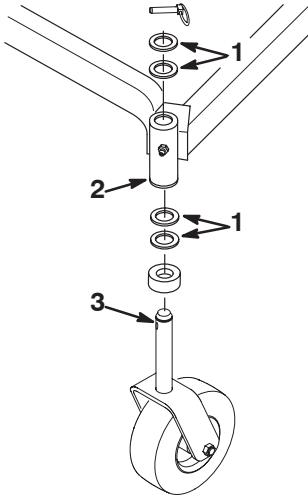

Figure 43
- Pour changer l'inclinaison longitudinale, placez un nombre égal de rondelles de butée sur les chapes des deux roues pivotantes. Déplacez les rondelles de butée du haut vers le bas du tube de montage du bâti porteur pour relever l'avant de la tondeuse. Déplacez les rondelles de butée du bas vers le haut du tube de montage pour abaisser l'avant de la tondeuse (Fig. 43).